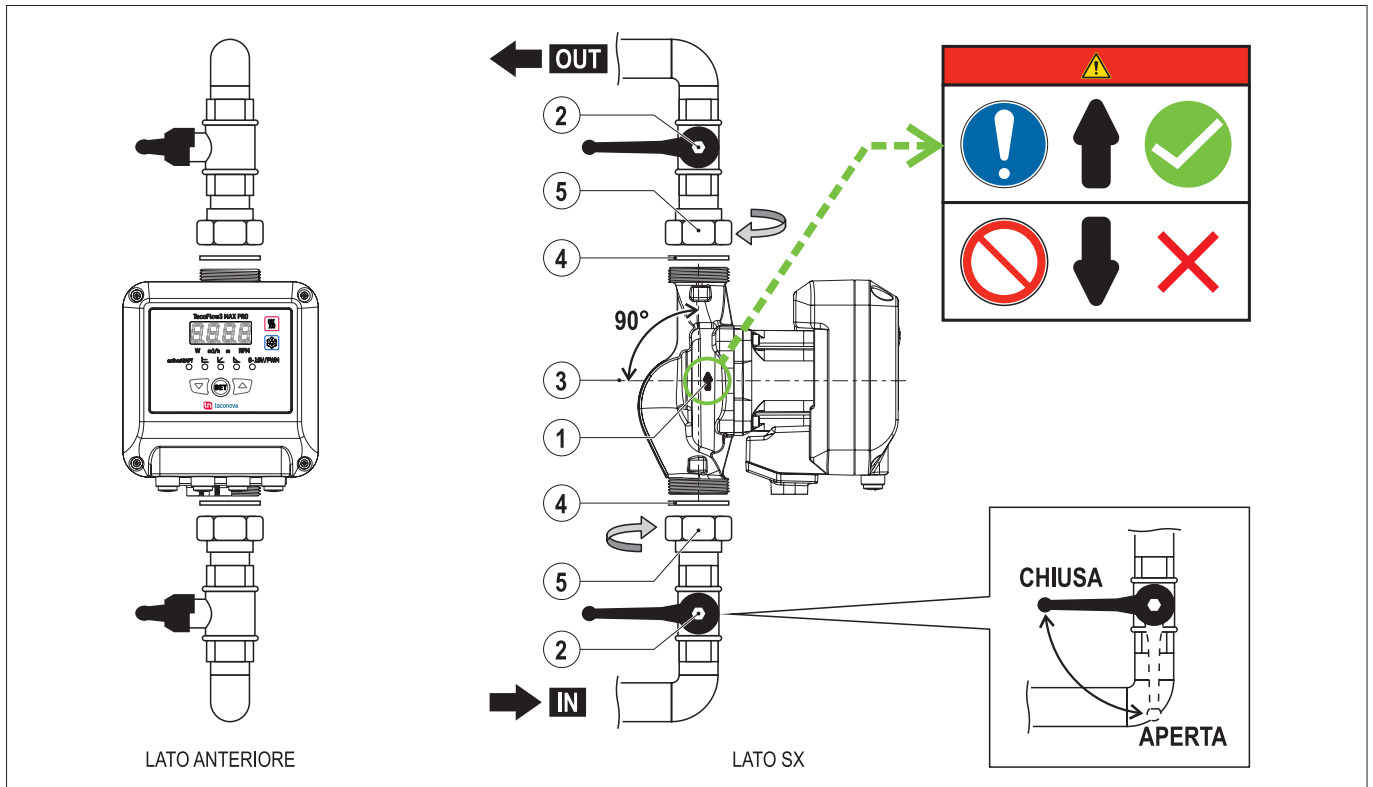

FIG. 9 (Montaggio tubazioni)
- 1) Verificare il senso del flusso dell'acqua indicato dalla freccia posta sul circolatore (FIG. 9 - Rif. 1)
- 2) Chiudere le valvole di intercettazione (FIG. 9 - Rif. 2)
- 3) Collocare il circolatore sulle tubazioni senza creare tensione e con l'albero motore posizionato in senso orizzontale (FIG. 9 - Rif. 3)
- 4) Inserire le guarnizioni (FIG. 9 - Rif. 4)
- 5) Avvitare con attrezzatura idonea i bocchettoni (FIG. 9 - Rif. 5) sul circolatore